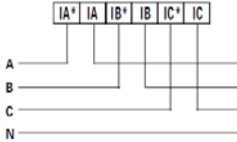

Рис. 3 – Подключение напрямую (если $I \leq 5A$)
1. Подключите прибор к исследуемой цепи в соответствии со схемами подключения (см. рис. 3, 4).